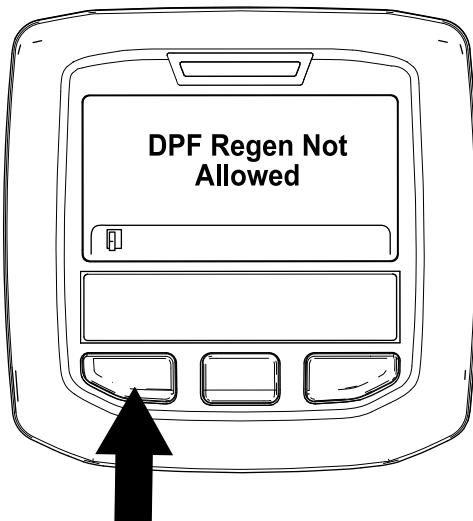

Figure 49
- Si le processus de regeneration n'est pas autorisé par l'ordinateur du moteur, le message « DPF Regen Not Allowed » (régén. FAP non autorisée) s'affiche dans l'InfoCenter (Figure 49). Appuyez sur le bouton gauche pour quitter l'écran d'accueil.